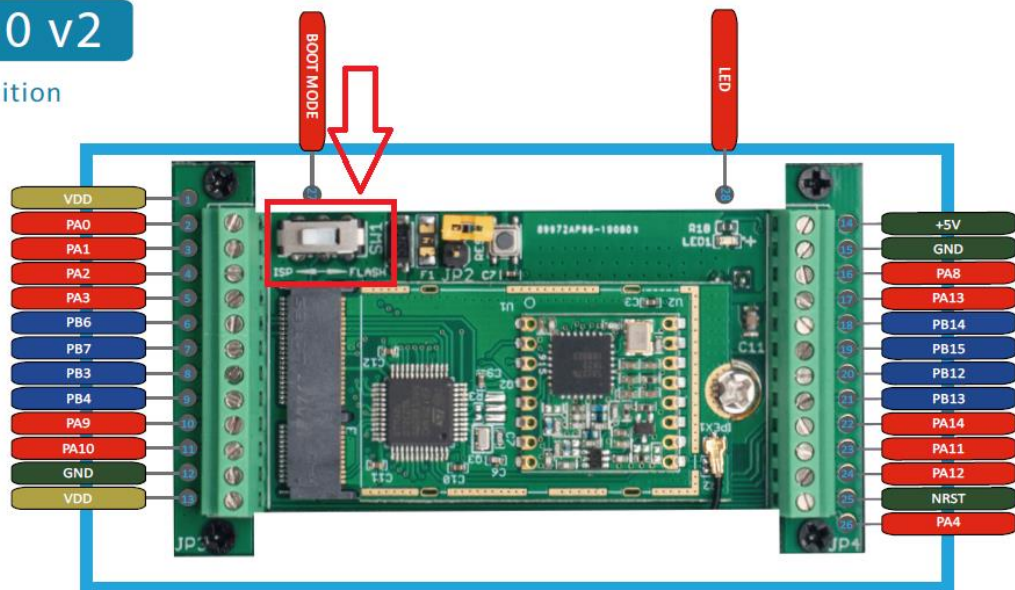

Figure 3 : L'interrupteur SW1
- 13 Mettez le switch SW1 en mode flash (voir figure 3) ;